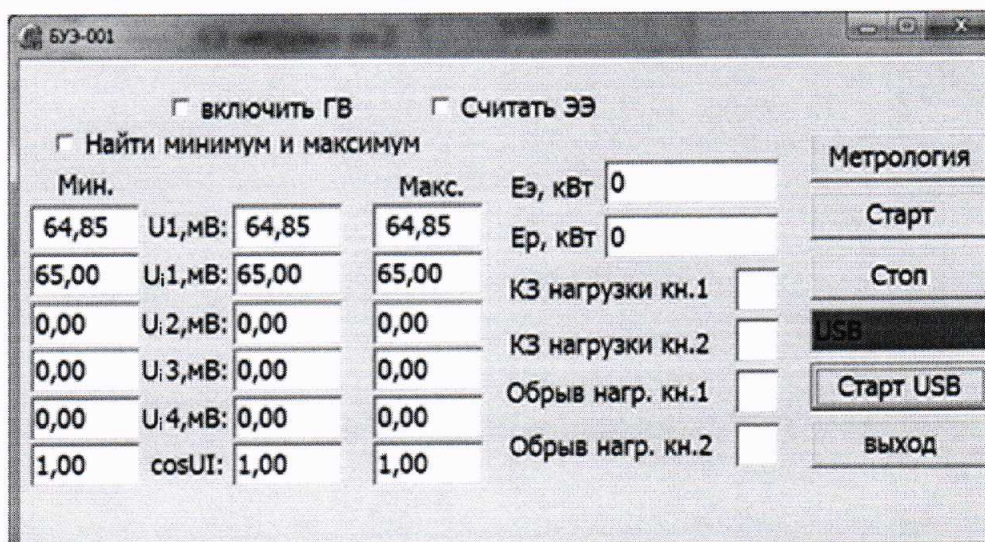

Рисунок 3 – Программа «BUE1.exe». «Старт USB»
8.3.1.2 В открывшемся окне нажать кнопку «Старт USB». После того как поле «USB» окрасится в зеленый цвет (см. Рисунок 3), с помощью эталона единицы напряжения переменного тока (далее - эталон) задать значение напряжения переменного тока 0,063 В.
8.3.1.3 Установить галочку «Найти минимум и максимум» (см. Рисунок 3). Дождаться появления значений в полях «Мин.» и «Макс.» для параметров «U1» и «Ui1» и записать значения в протокол поверки. Снять галочку «Найти минимум и максимум».